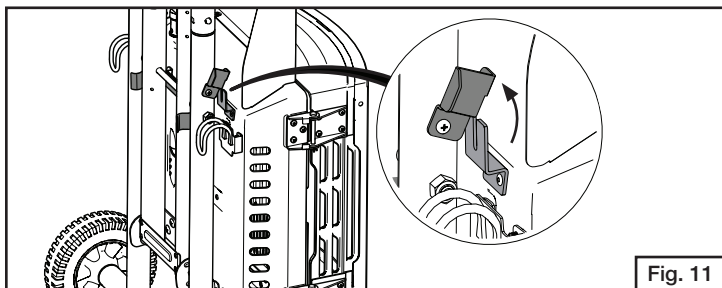

Fig. 11
- Gire el mecanismo de bloqueo de pata en sentido contrario al de las manecillas para liberarlo. (Fig. 11)